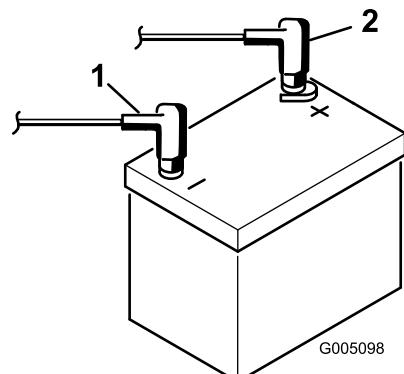

図 6
9. 赤いプラスケーブルをバッテリーのプラス端子に、黒いマイナスケーブルはバッテリーのマイナス端子にはめ、ボルトとナットで固定する **図 6**。ショート防止のために端子にゴムキャップをかぶせる。